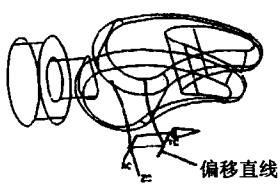

图 1-24 偏移直线
(5) 利用“编辑曲线”→“偏置”以+YC 方向为偏置方向偏移 16mm，生成如图 1-24 所示直线。